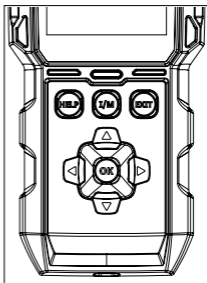

Figura 3.4.2
- Para realizar la función de preparación I/M, también puedes presionar el botón de acceso directo I/M. (Ver la Figura 3.4.2)